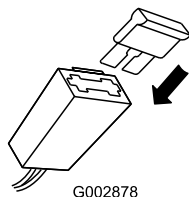

Figura 39
2. Sostituire il fusibile nel portafusibili (Figura 39).